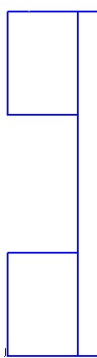

Рис. 4.3
8. Удалите левую границу прямоугольника, вместо нее нарисуйте два отрезка, как показано на рис. 4.3.